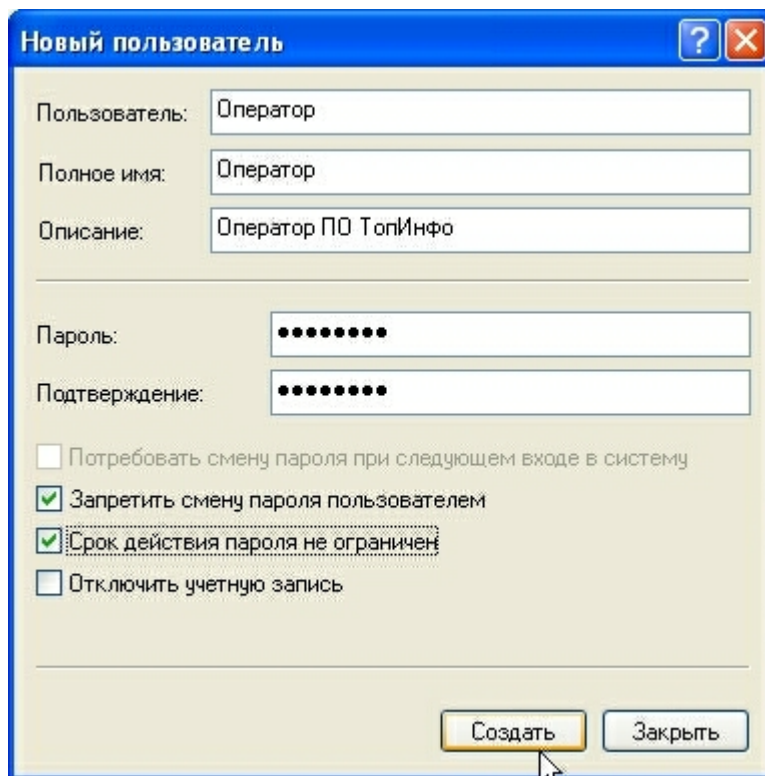

Рис. 4.2. Задание параметров учетной записи
- 2) В открывшемся окне задайте параметры нового пользователя (имя, пароль и т.п.), затем нажмите кнопку «Создать» (Рис. 4.2)